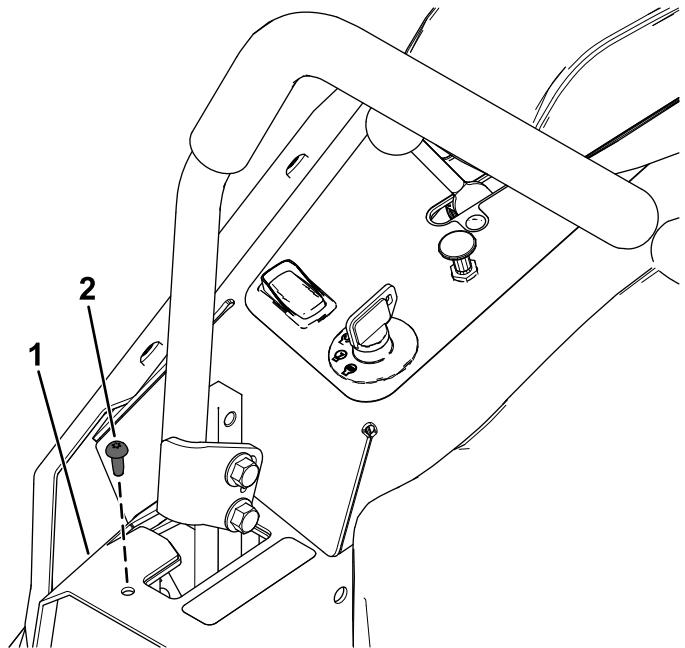

Figura 10
3. Retire el tornillo autorroscante de la cubierta de control de movimiento derecho (Figura 10).